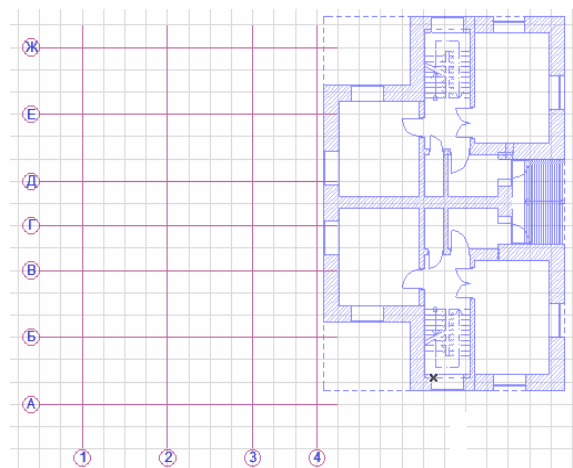

Рис. 30
8. Щелчком выделите ссылку и переместите ее правый верхний угол в правый верхний узел сетки (рис. 30), активизировав первую кнопку второго ряда в появившейся локальной панели.